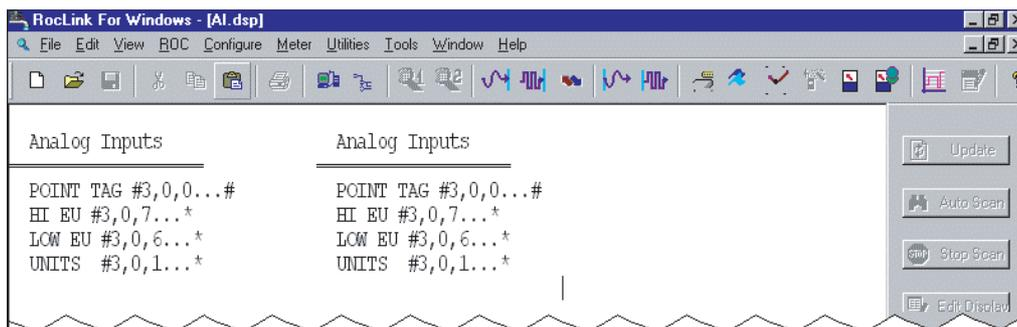

Figure C-8. Colagem dos Dados de Exibição Personalizados
4. Coloque o cursor à direita dos valores atuais e clique em **Paste**. Consulte a Figura C-8.